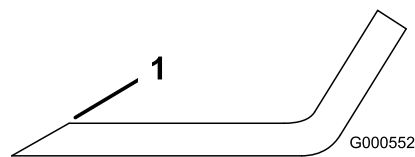

Figure 58
1. Au moyen d'une lime, aiguissez les tranchants à chaque bout de la lame (Figure 58).
Remarque: Si la lame est déséquilibrée, limez un peu l'extrémité de la partie relevée seulement (Figure 58).